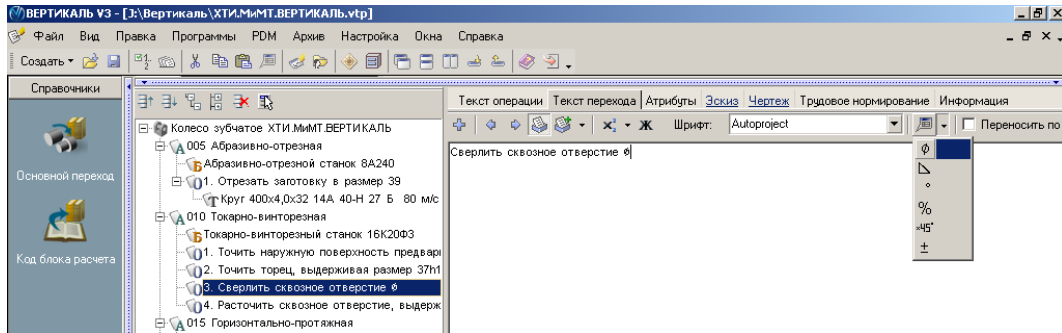

Рис.3
12. В переходе 3 той же операции укажите диаметр отверстия вручную. Знак диаметра выберите из раскрывающегося списка кнопки **Вставить спец. символ** (рис. 3). Значение диаметра –*20 мм*.